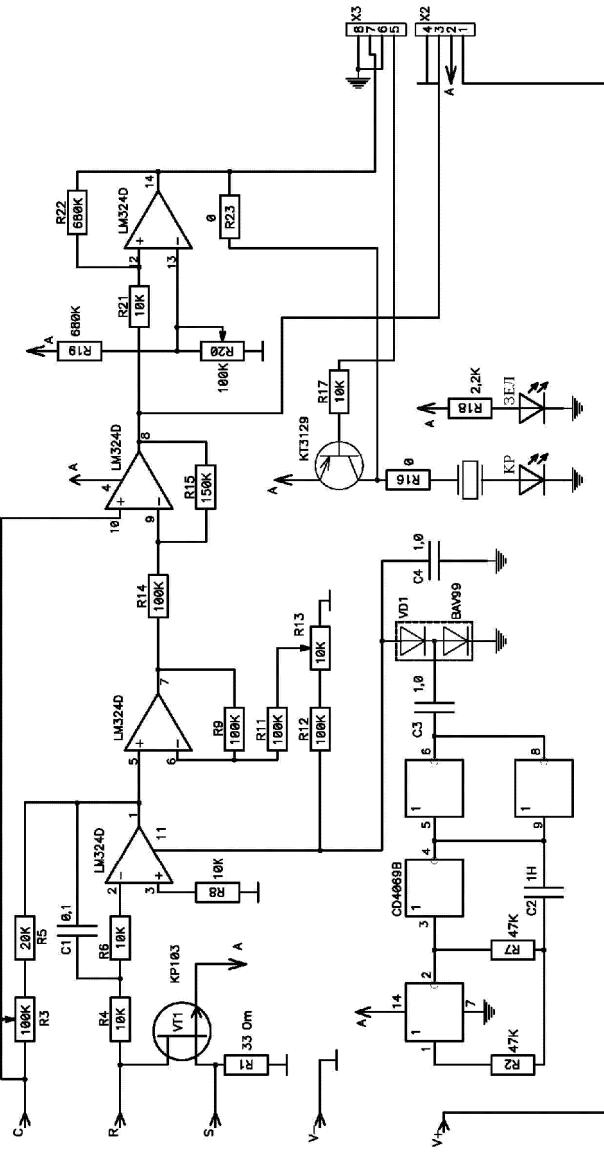

рис.3
- Плата для трехэлектродного электрохимического сенсора (маркировка «CO-English») – используется в ГС «Мак» с сенсором производства Украины или фирмы MonoX, «Астра» с сенсором Sixth Sense, «Сирень», «Сапфир», «Флора» с любыми сенсорами. Принципиальная схема показана на рис.3, расположение элементов – на рис. 3а.
рис.3а